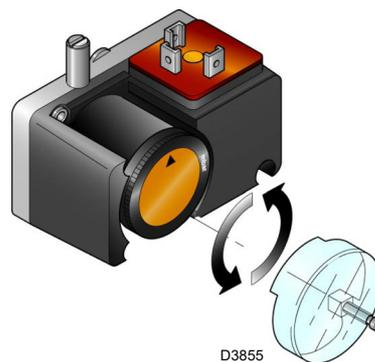

Fig. 33
- Regolare il pressostato gas di minima (Fig. 33 a pag. 32) ad inizio scala.
Eseguire la regolazione del pressostato gas di minima (Fig. 33) dopo aver regolato il bruciatore, le valvole del gas e lo stabilizzatore della rampa.